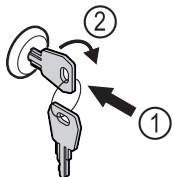

Fig. 192 Példaként szolgáló ábrázolás
- Dugja be a kulcsot Fig. 192 (1).
- Forgassa el a kulcsot 90°-kal az óramutató járásával megegyező irányba Fig. 192 (2).